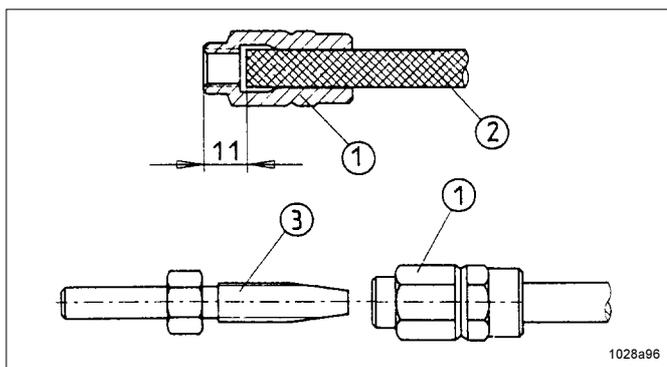

Fig. 41 - Prémontage des douilles filetées et des embouts pour tuyau sur la conduite principale
* Monter la douille filetée 1, Fig. 41, sur le tuyau polyamide haute pression en la tournant à gauche jusqu'à obtenir la cote de 11 mm. Ensuite visser l'embout pour tuyau 3 dans la douille filetée 1.